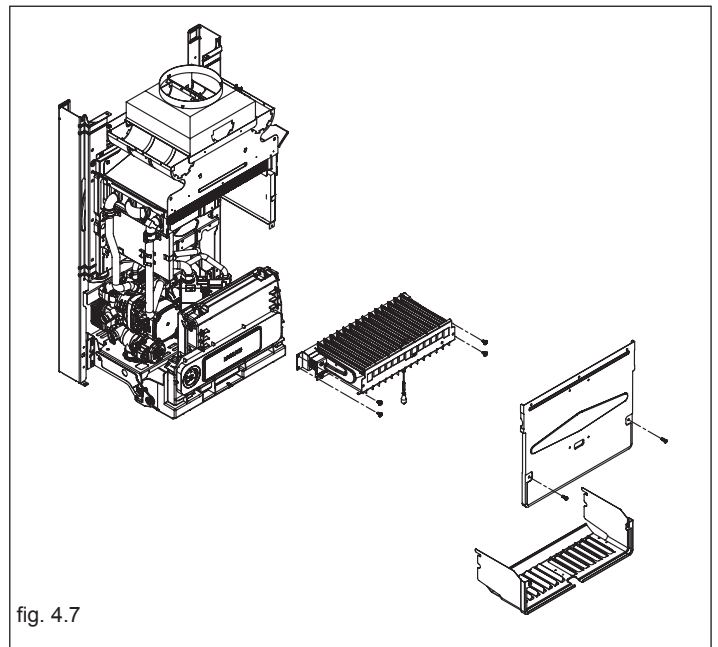

fig. 4.7
- rimuovere in successione: mantello, carena inferiore e coperchio camera di combustione (fig. 4.7)